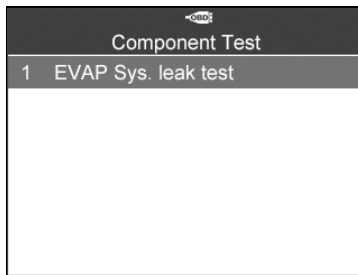

Рисунок 6.24
- 2) Дождитесь отображения меню **Component Test [Диагностика компонентов]** на экране сканера. (См. рисунок 6.24)